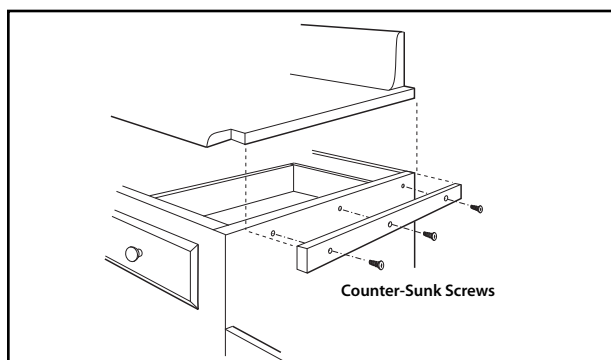
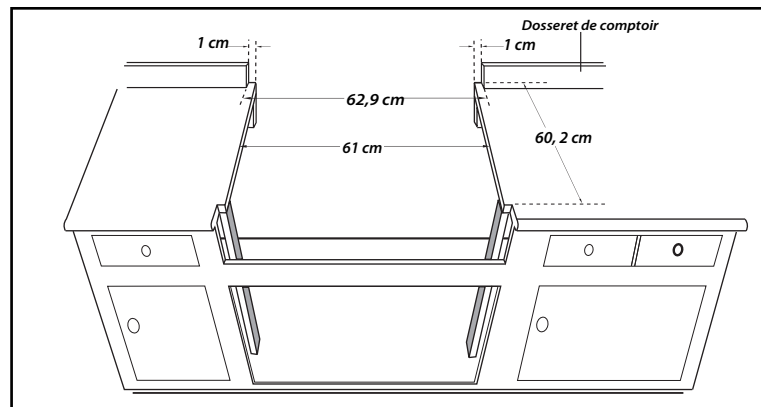
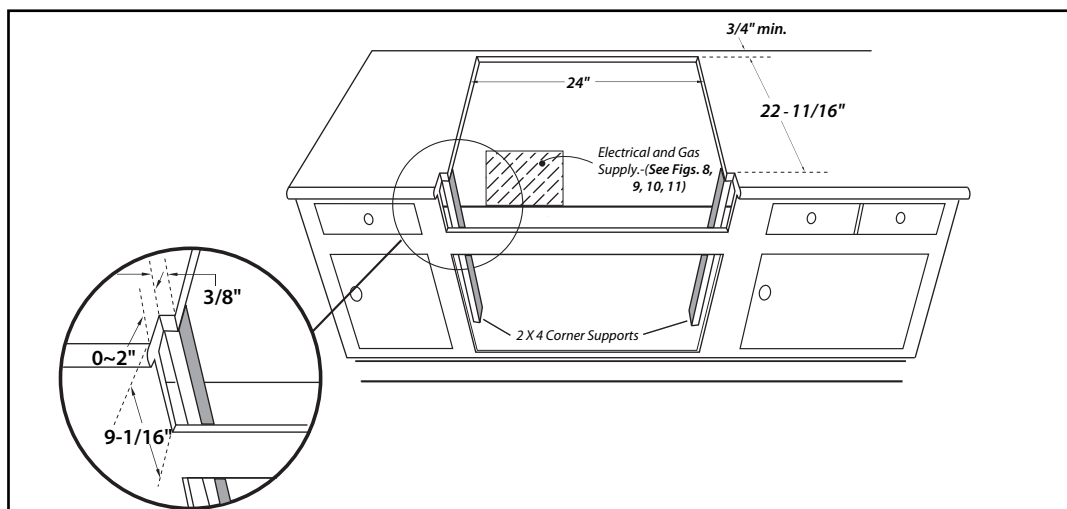

Fig. 3
Fig. 4
Fig. 5
3. La table de cuisson pour wok est conçue pour être accrochée du comptoir par ses brides latérales. Toutefois, le comptoir doit être suffisamment solide pour supporter le poids de la table de cuisson pour wok. Il peut s'avérer nécessaire d'ajouter une équerre de 2 x 4 (voir fig. 5) ou des tasseaux de soutien le long de chaque côté (voir fig. 3). Une autre alternative consiste à bâtir une plate-forme pour mettre la table de cuisson pour wok dessus (voir fig. 4, 5, 6).
- Installations standard de la table de cuisson pour wok (voir fig.4).
- Installations d'un comptoir profond ou d'un îlot (voir fig.5).